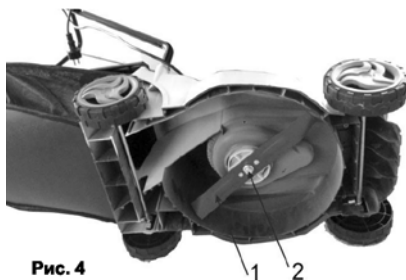

Рис. 4
- Удерживая нож с помощью гаечного ключа отсоедините болт от крепления (см. Рис.4) ножа и снимите шайбу.